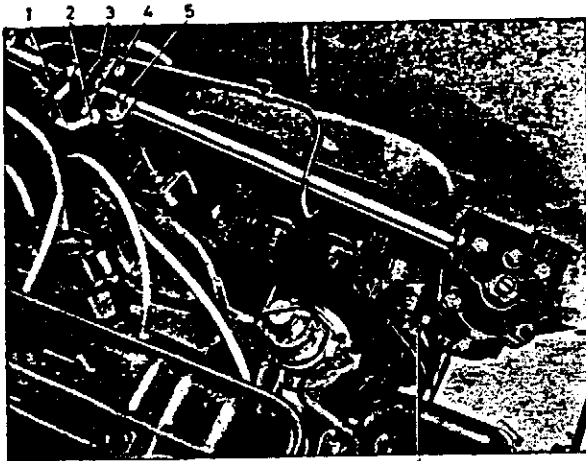
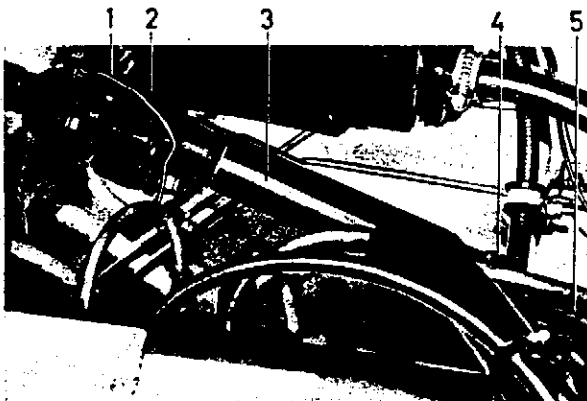
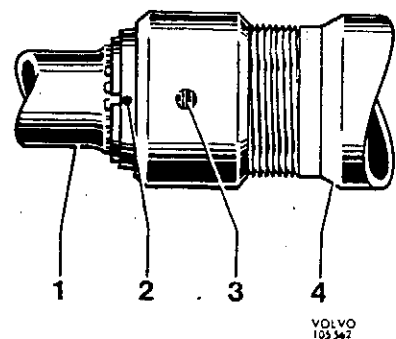

Abb. 46 Lenkgetriebe, 120 früh. Ausf.
Abb. 47 Lenkungsteile, 1800 spät. Ausf.
Abb. 59 Absicherung der Ringmutter
2. Obere- und untere Lenkspindel voneinander trennen. Bei 120 in früh. Ausf. werden dazu die Muttern (2 und 4, Abb. 46) gelöst und die Mitnehmerschrauben entfernt. Bei 120 mit Lenkung vom Sicherheitstyp (Abb. 35) braucht nur die Klemmschraube am Mitnehmer gelöst werden. Bei 1800 mit Sicherheitslenkung wird die gelochte Ringmutter (4, Abb. 47) auf der Schiebemuffe (3) mit einem Hakenschlüssel gelöst.
takt zur Masse angebracht wird. Bei 1800 mit Sicherheitslenkung wird die Ringmutter (4, Abb. 47) mit einem Moment von 3–5 mkp gespannt und zur Sicherung vor dem Schlitz der Schiebemuffe angekörrt, s. Abb. 59.